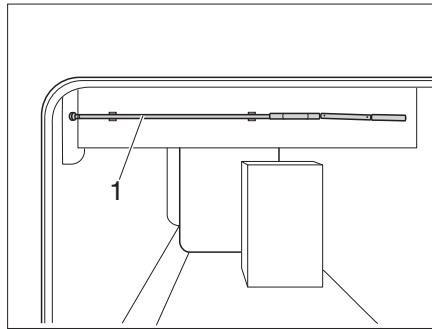

Fig. 144 Manivela para el ajuste de la altura
- Tomar la manivela (Fig. 144,1) fuera del soporte.